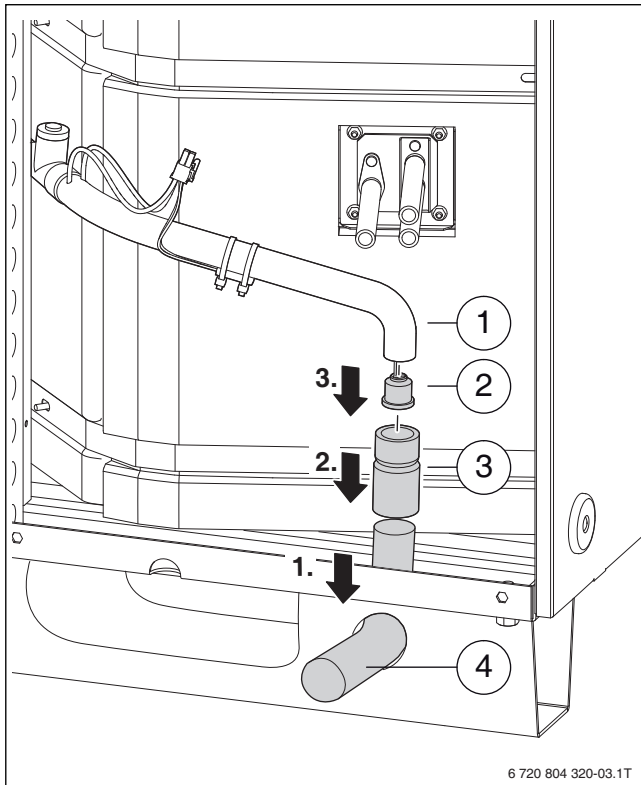

Bild 46 Kondensatablauf reinigen
- ▶ Wellrohr [4] aus der Muffe [3] ziehen (→ Bild 46).